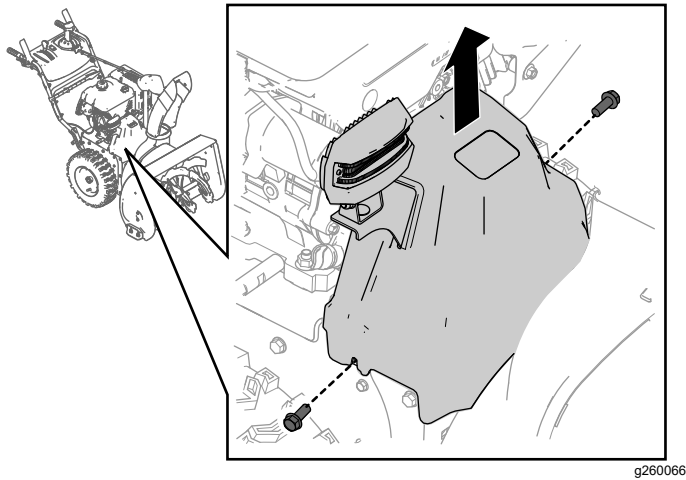

Figura 34
1. Rimuovete le 2 viti che fissano in posizione il copricinghia (**Figura 34**).
2. Rimuovete il copricinghia (**Figura 34**).